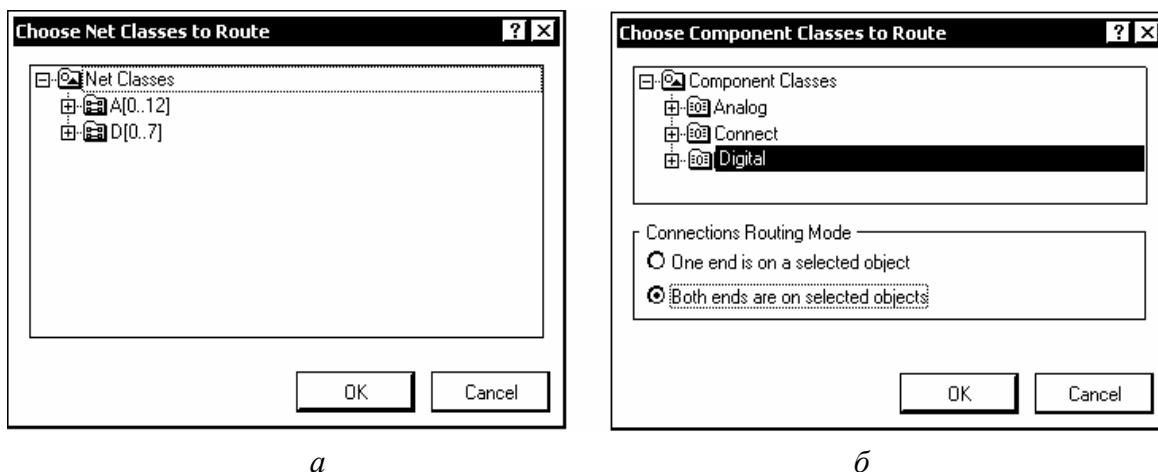

Рис. 7.27
- Net Class – трассировка выбранного класса цепей. Активизируется диалоговое окно Choose Net Classes to Route – выбрать классы цепей, подлежащие трассировке (рис. 7.27, а). Указать курсором один или, удерживая клавишу Shift, несколько классов, и дать старт трассировке щелчком на кнопкой ОК;
- **Component Class** – трассировка связей компонентов выбранного класса. Выполняется аналогично трассировке класса цепей – при указании курсором на один или несколько классов компонентов в окне, рис. 7.27, б;